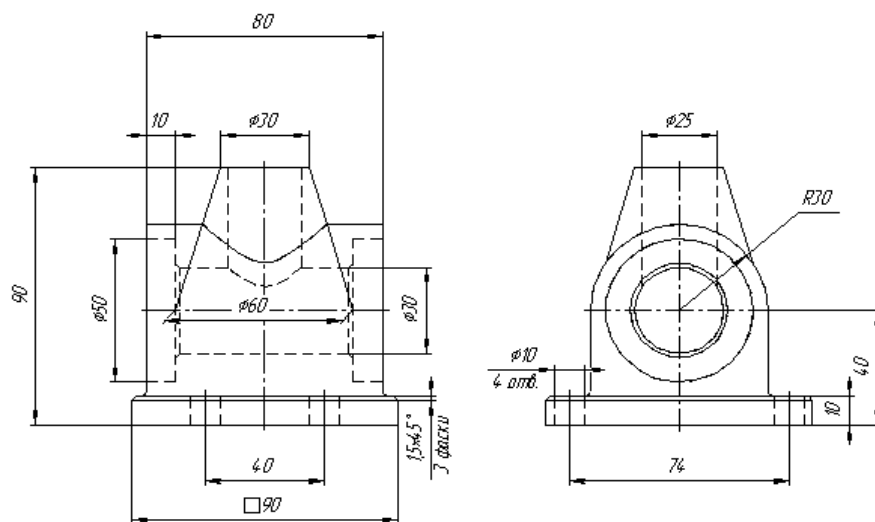

Рисунок 7.25 – Эскиз детали
Исходными данными для работы является чертеж корпусной детали (рис. 7.25). Как и в предыдущих лабораторных работах, трехмерная модель
1. Используя команды трехмерного моделирования, в соответствии с исходными данными (рис. 7.25) создать модель основания, а затем выполнить в нем одно отверстие.